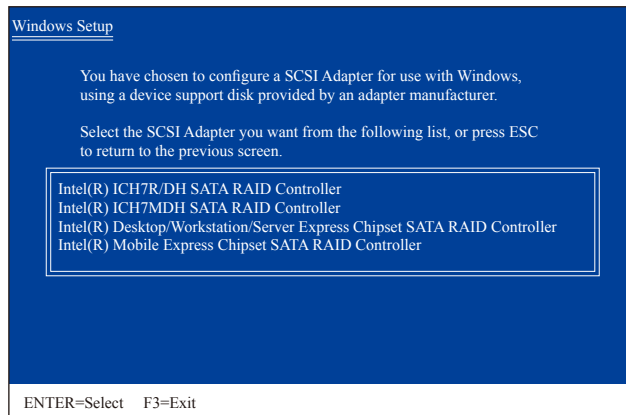

图3
放入存有SATA RAID/AHCI驱动程序的磁盘并按下<Enter>键。当如图3的画面出现时，请选择「Intel(R) Desktop/Workstation/Server Express Chipset SATA RAID Controller」再按<Enter>键，系统会从磁盘下载RAID驱动程序。若设为AHCI模式，请使用键盘的上键移到「Intel(R) Desktop/Workstation/Server Express Chipset SATA AHCI Controller」项目再按<Enter>。